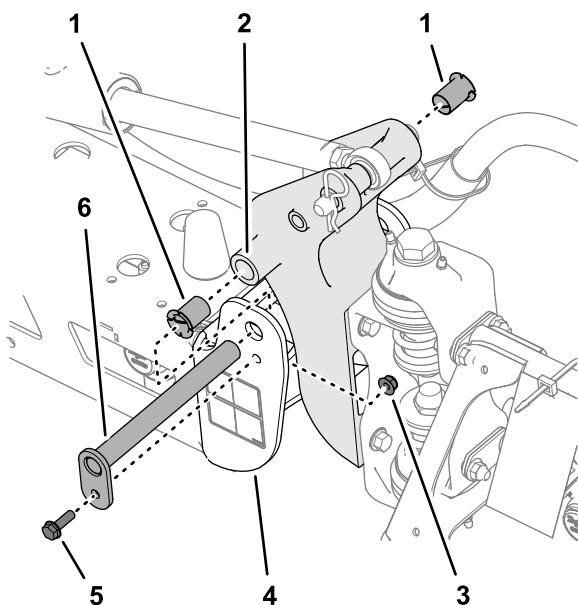

Figura 108
3. Retire el perno y la tuerca que sujetan el pasador de giro y retire el pasador (Figura 108).
5. Retire los casquillos de nailon desde delante y desde detrás del soporte de giro e inspecciónelos (Figura 108).
6. Lubrique los casquillos de nailon con una cantidad pequeña de aceite e instálelos en el soporte de giro (Figura 108).
7. Alinee los taladros del soporte de giro con los taladros del canal final (Figura 108).